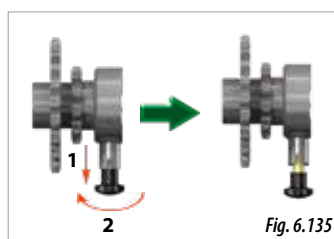

Fig. 6.135
- 3-** Pe axul de transmisie unde se află ambreiajul (Fig. 6.133), trageți de siguranță și rotiți-o la 90° pentru a o bloca în poziția de transmisie liberă (Fig. 6.135).